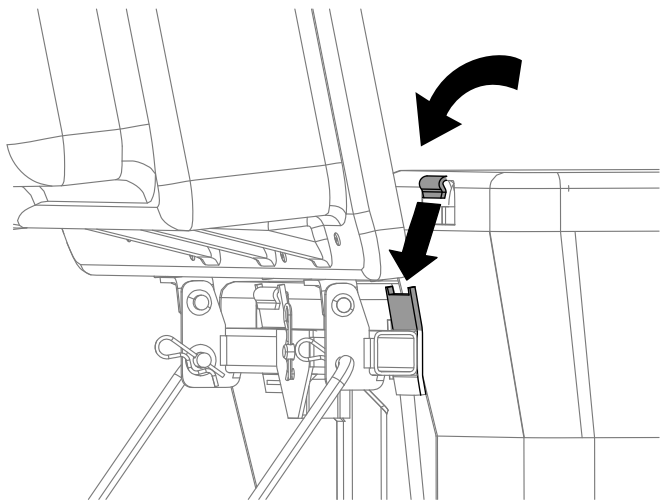

Figura 14
4. Alzate il coperchio del sistema di raccolta e inserite i cesti facendo scorrere i ganci del telaio dei cesti sulle staffe di ancoraggio (Figura 14).